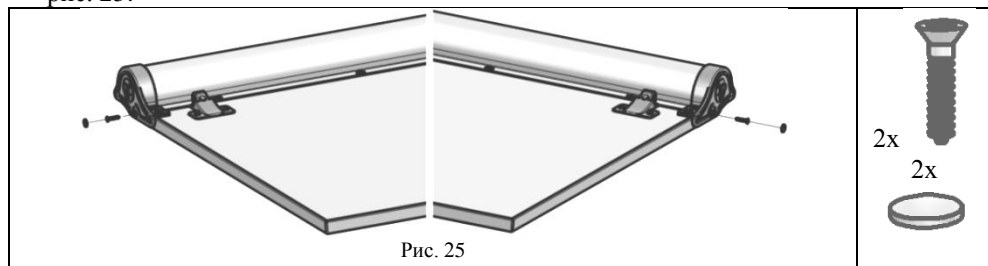

Рис. 25
4.5.5. Закрепить евровинтом ЕС 4,0х13 (поз. 3, пакет № 75) лоток в сборе с накладками и закрыть заглушками отверстия в накладках лотка (поз. 3, пакет №5), см. рис. 25.